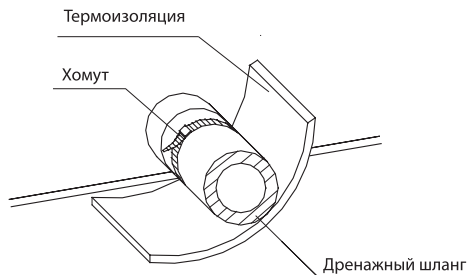

Рис. 8.11 Изолирование места соединения дренажной трубки
- Место соединения должно быть изолировано теплоизоляционным материалом (см. рисунок 8.11)